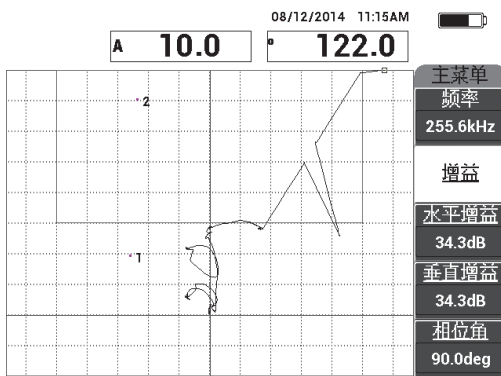

图 6-42 调整增益设置更高的点
11. 调整**增益**（**B**键），在大约满屏高 90 % 处设置更高的点（参见第 141 页的图 6-42）。